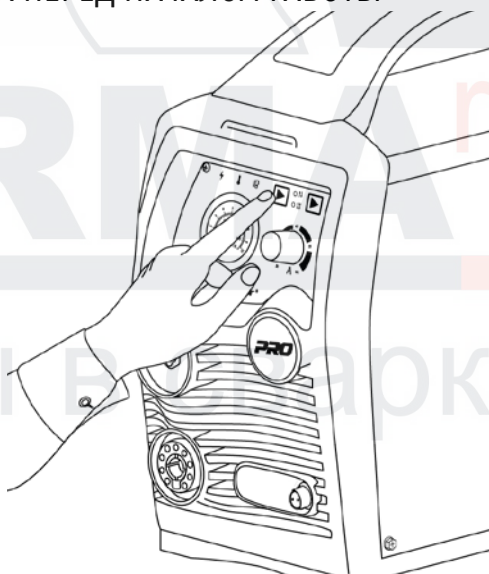

Рис. 8.9. Выбор режима работы плазматрона.
**1.** В зависимости от длины реза выберите режим работы плазматрона 2Т или 4Т (См. рис. 8.9).